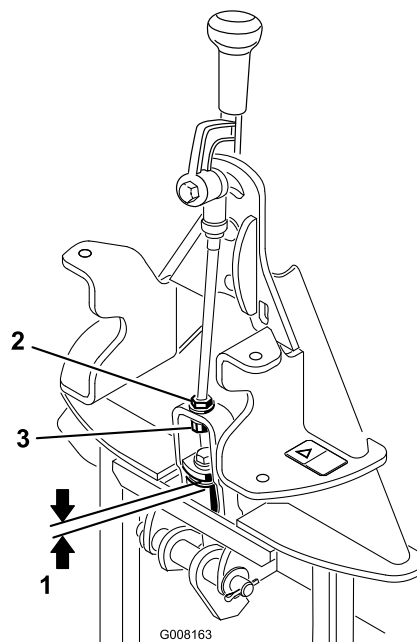

Figure 12
2. Mesurez l'espace entre la rondelle supérieure et l'entretoise dans l'ensemble biellette sur l'adaptateur d'accessoire, comme illustré à la Figure 12.